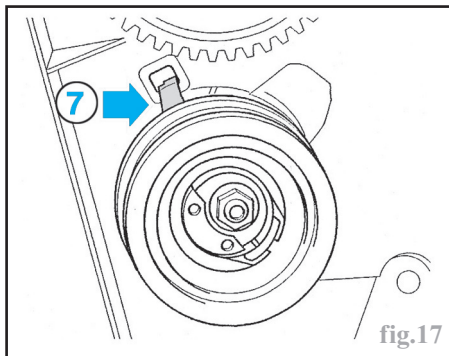

fig.17
Si le galet tendeur a été déposé ou remplacé, veiller à engager son ergot (7) dans le carter distribution (Fig.17) et ensuite à l'immobiliser comme lors de la dépose avec la goupille T10 115.